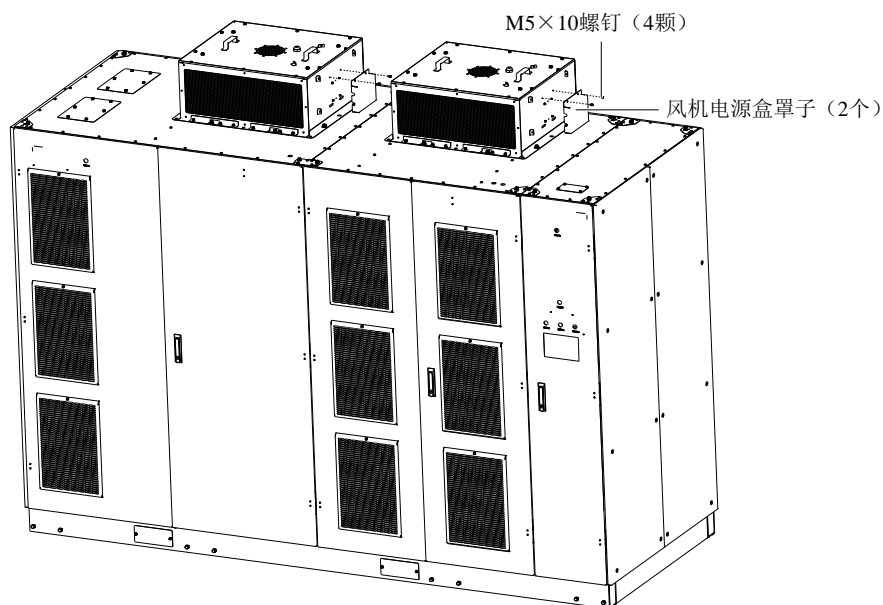

图9-5 拆除风机电源盒罩子
2. 待风机完全停止后，拆除风机壳右侧的风机电源盒罩子，如图 9-5 所示。